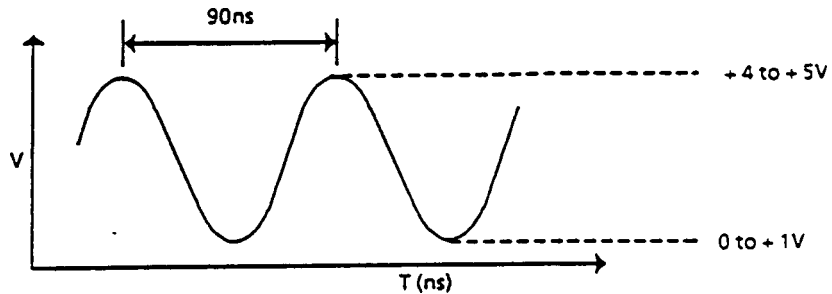

Abbildung F-1
- Hat das OSC-Signal Wellenform wie in Abbildung F-1 ?